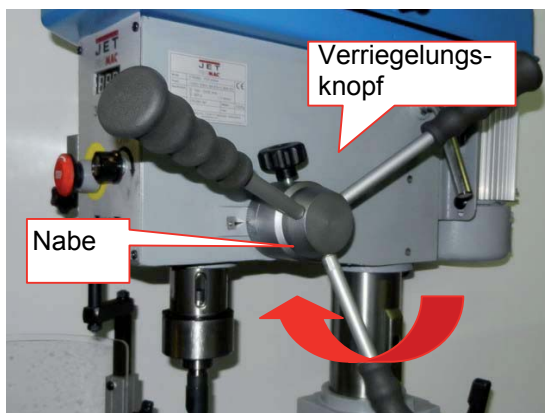

Abbildung 18
3. Den Verriegelungsknopf lösen und die Nabe (Abbildung 18) bis zum Anschlag im Uhrzeigersinn drehen.